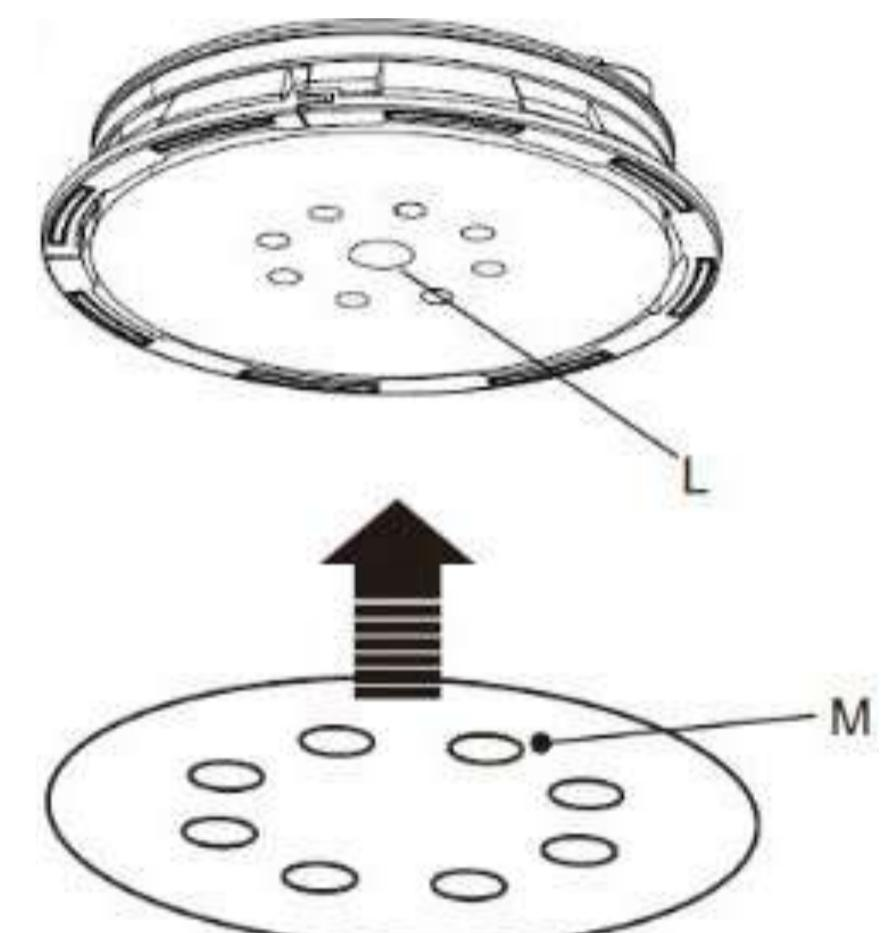

Рис. 5
Используйте только самоклеящиеся листы. Установите шлифовальный круг на центр подошвы (Рис.1 п.10), как показано на Рис.5. Отверстия подошвы (L) и шлифлиста (M) должны совпадать для эффективной работы пылеотведения.